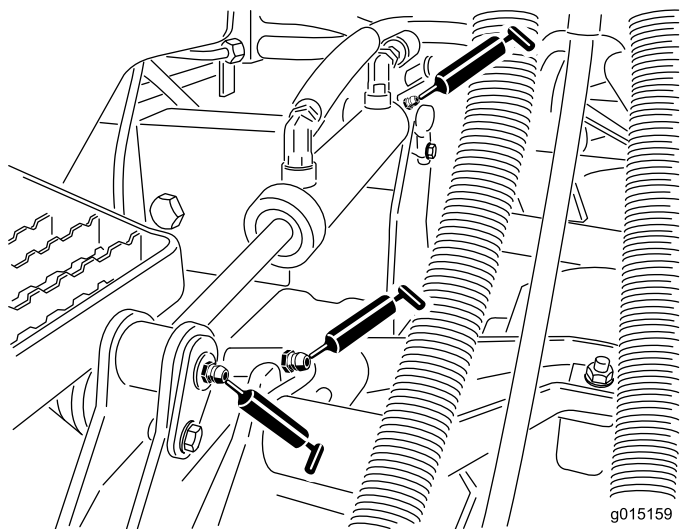

Figura 49
- Casquilhos do braço de elevação (1 por unidade de corte) (Figura 49)
- Casquilhos do cilindro de elevação (2 por unidade de corte) (Figura 49)